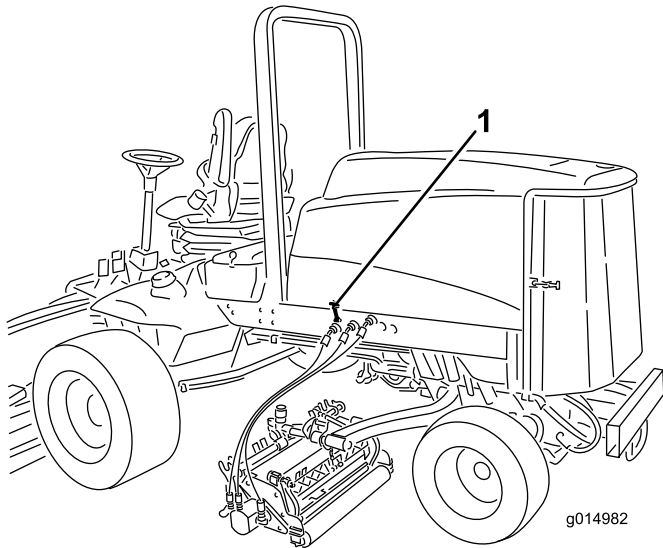

Bild 33
2. Lösen Sie die Motorhaubenriegel und öffnen Sie die Motorhaube (Bild 33).